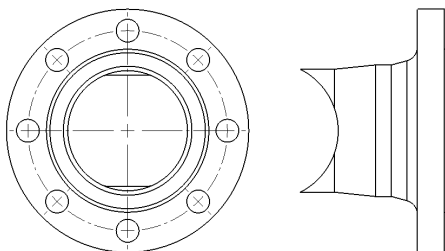

图 12-46 打开工程图文件
(1) 单击常用工具栏中的【打开】按钮，打开一幅工程图文件，如图 12-46 所示。